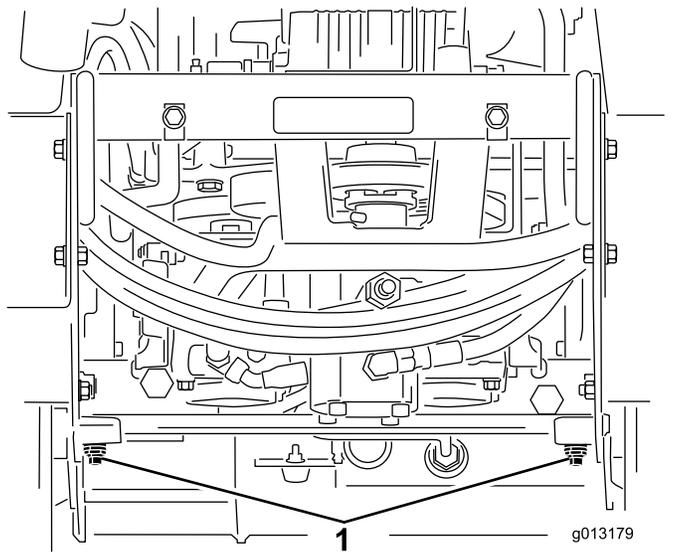

図 21
3. レンチを使って、油圧モータについている牽引バルブを左に2回転させる 図 21。